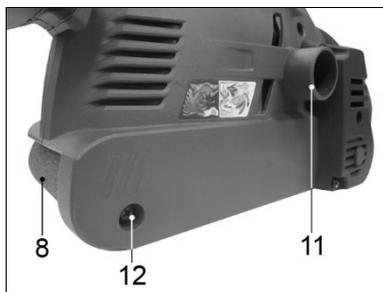

Рис. 6.
7.2. Регулировка положения шлифовальной ленты на машине модели ЛМЭ-600/457Э (Рис. 6)